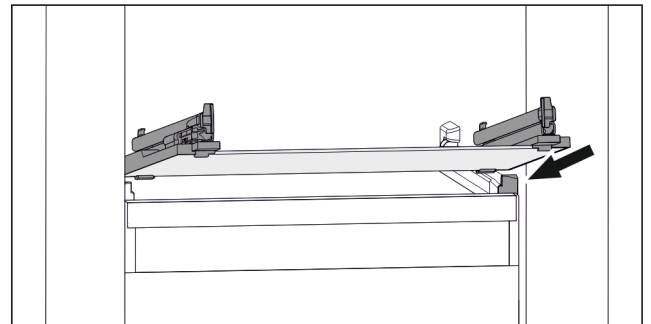

Fig. 85 Lasihyllyn esimerkinomainen kuvaus
- Aseta lasihylly vinosti rajoittimien taakse. (katso Fig. 85)